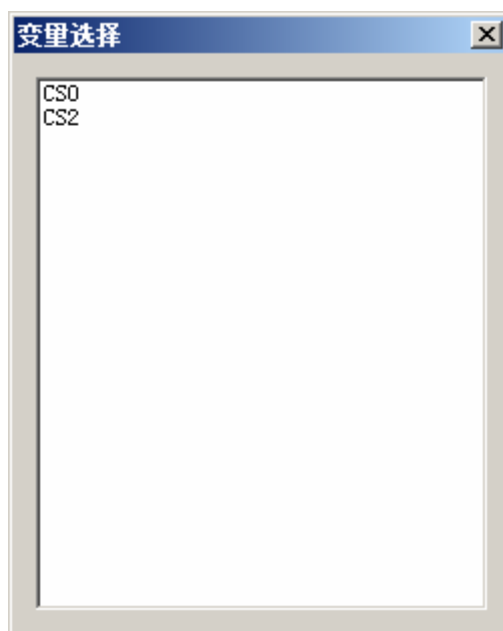
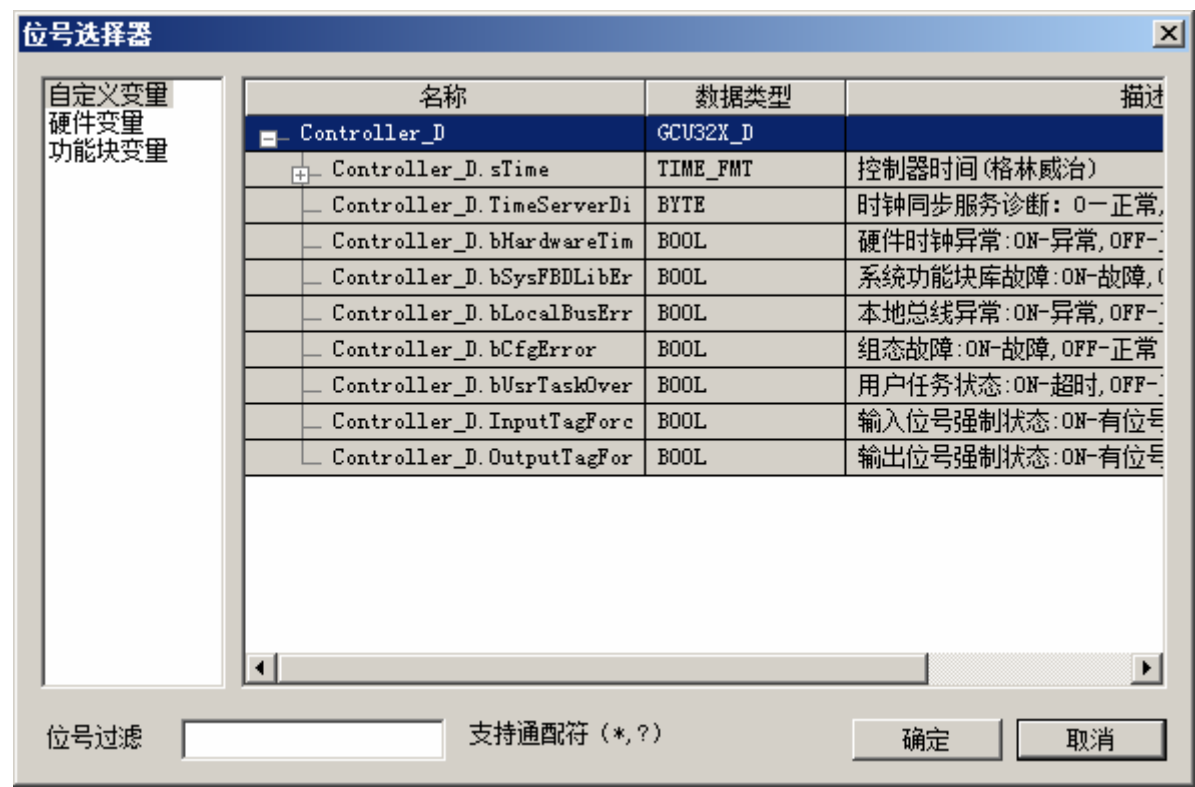

图 3-13 控制站选择列表
图 3-14 位号选择器
- 位号选择：每一个操作有多个参数，每一个参数对应一个位号，通过位号选择载入如图 3-13 所示，双击控制站名称，弹出位号选择器如图 3-14所示。只能载入基本数据类型的位号，且位号的数据类型必须和参数的数据类型一致。